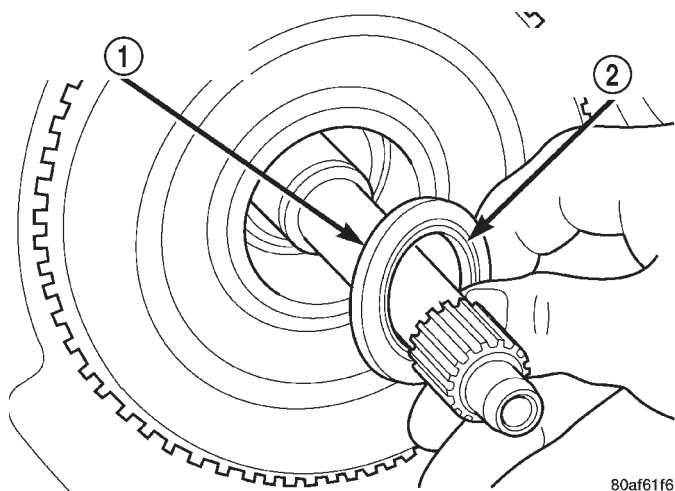

Fig. 138 Instalación del cojinete de agujas enjaulado
(54) Instale el cojinete de agujas enjaulado n° 2 (Fig. 138).